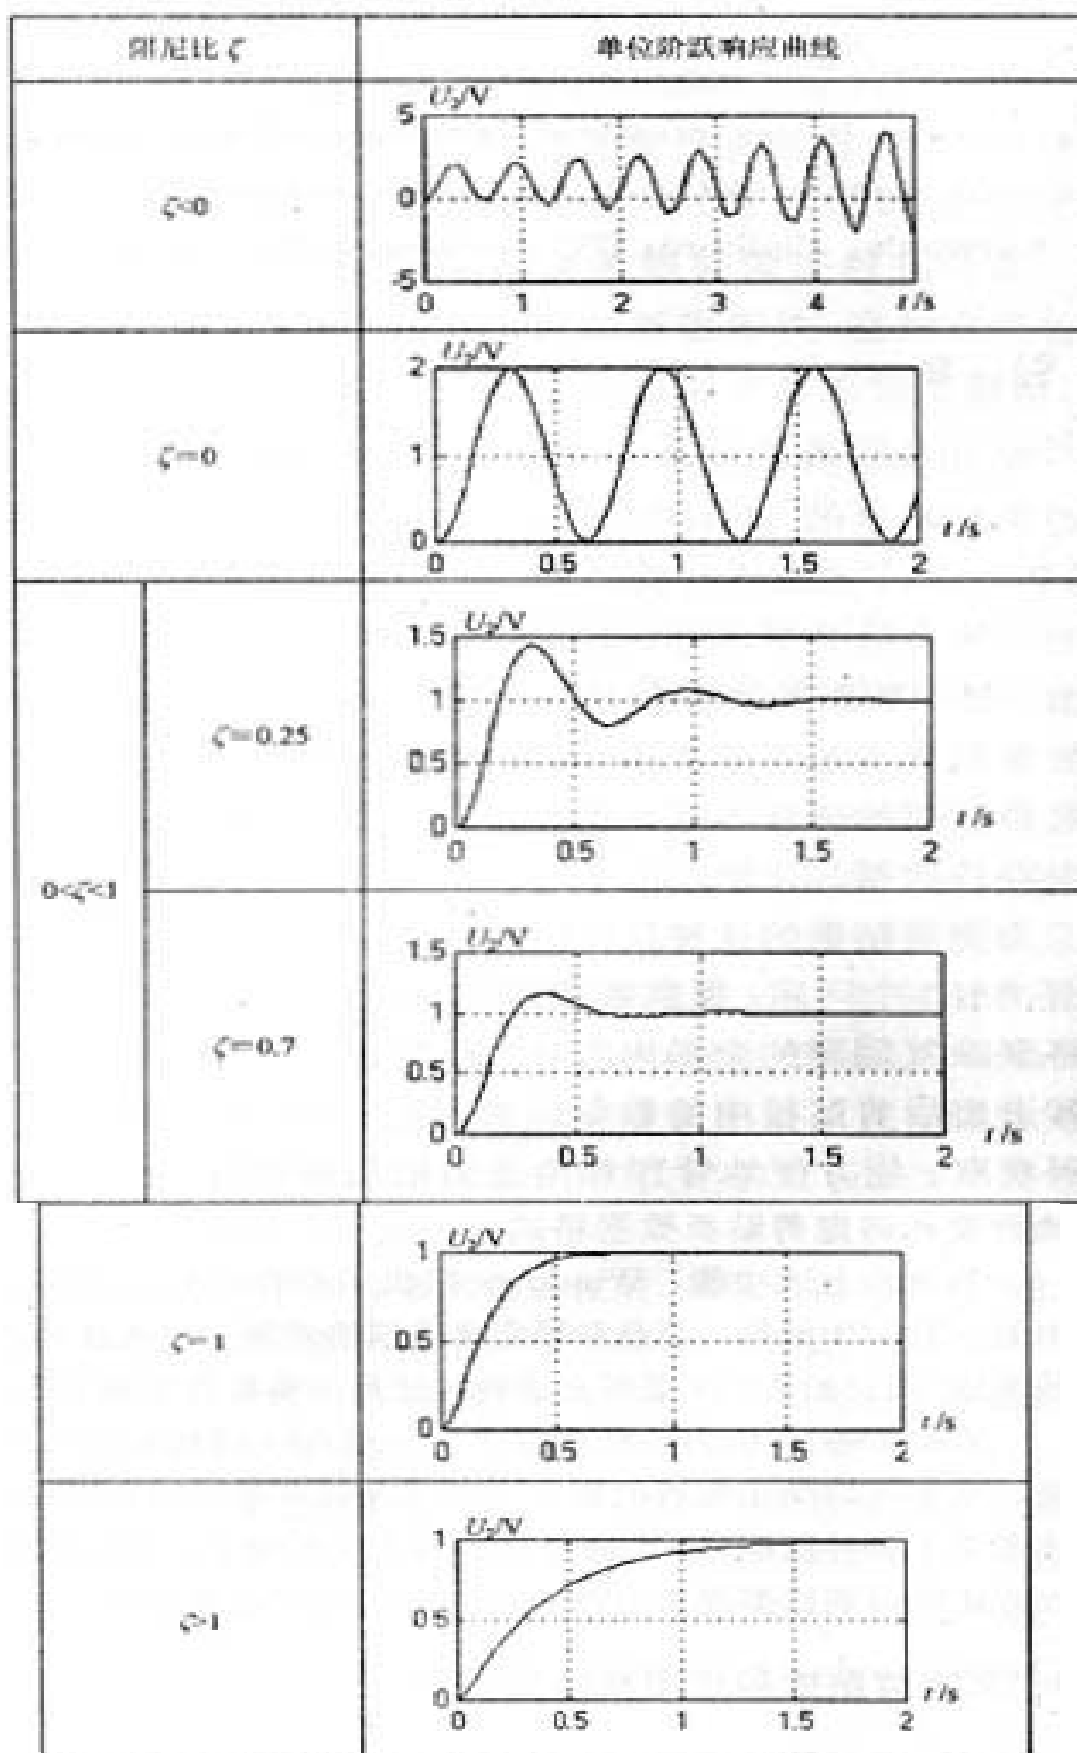

图 5 二阶系统单位阶跃响应曲线图
- (1) $\zeta < 0$ ，响应发散，系统不能正常工作。
- (2) $\zeta = 0$ ，系统以最快的速度进入稳态，但响应曲线是等幅振荡的。
- (3) $0 < \zeta < 1$ ，虽然响应有超调，但是上升速度比较快，调节时间比较短。工程上把阻尼比 $\zeta = 0.707$ 的二阶系统称为二阶最优系统。
- (4) $\zeta \geq 1$ ，响应与一阶系统相似，没有超调，但调节速度慢，进入稳态需要较长时间，二阶系统单位阶跃响应曲线如图 5 所示。